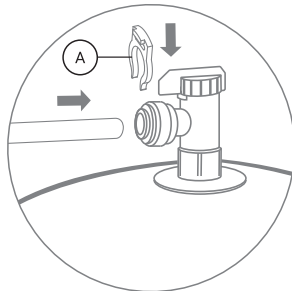

Рис. 18
- Подключите свободный конец синей трубки 1/4", идущей от фитинга-тройника угольного постфилтра к вентилю накопительного бака: вставьте пластиковую трубку в вентиль до упора (рис. 18), для герметизации соединения приложите дополнительное усилие, при этом трубка утопится еще примерно на 3 мм и будет плотно обжата резиновым кольцом фитинга. Установите стопорную клипсу (А) из комплекта поставки.